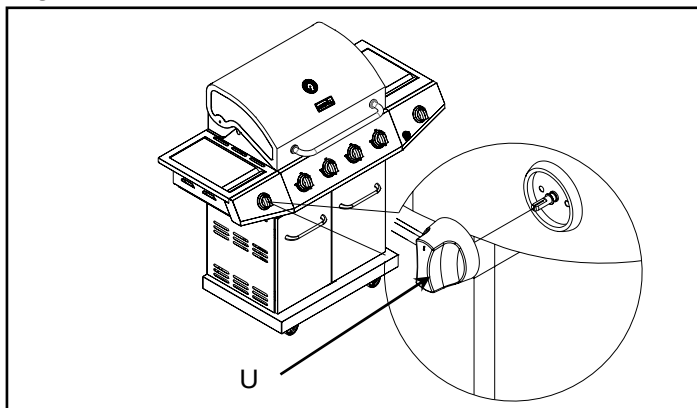

Fig.21
- (f) Branchez le fil d'allumage dans le fil de l'allumeur suspendu de l'électrode sur la face inférieure du brûleur. Voir la Fig.21.